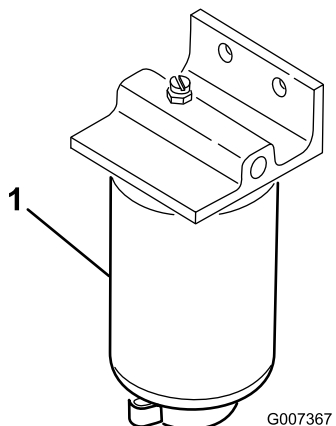

Figura 39
1. Coloque un recipiente limpio debajo del filtro de combustible (Figura 39).